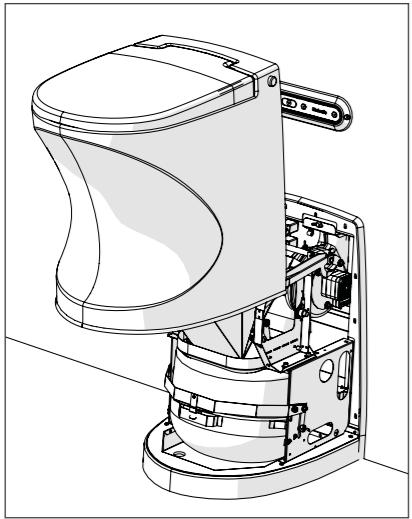

Bild 9
- Lyft av toalettstolen helt från lyftmekanismen (bild 9).